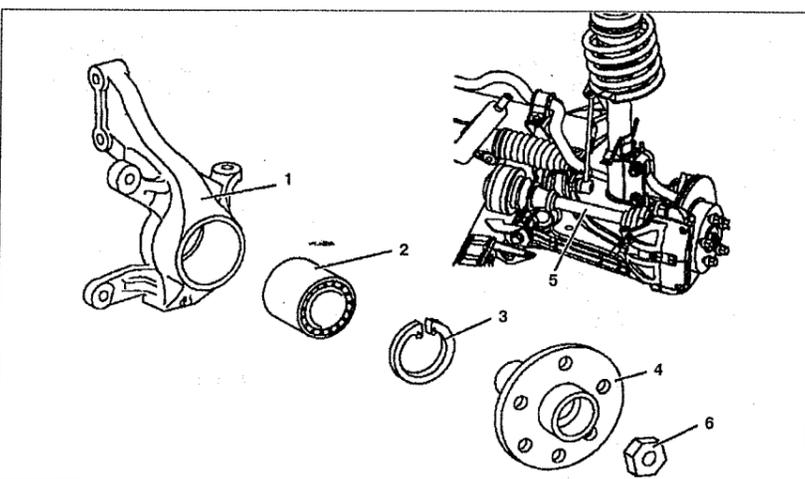

Рис. 7.5. Ступица колеса:
1. Открутите гайку 6 крепления ступицы колеса и снимите ее (см.рис.7.5).